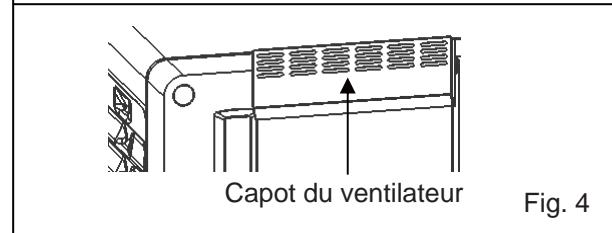

Fig. 4
5. Retirez le capot du ventilateur (Fig. 4).